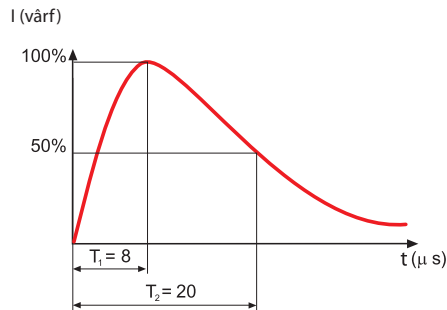

Figura 6: Formă de undă a curentului de 8/20 μs
**Uoc:** tensiune de testare. Aceasta este valoarea de vârf a tensiunii fără sarcină de la generatorul de testare combinat; aceasta are o formă de undă de 1.2/50 μs (figura 7) și poate alimenta, în același timp, curent cu formă de undă de 8/20 μs (figura 6).